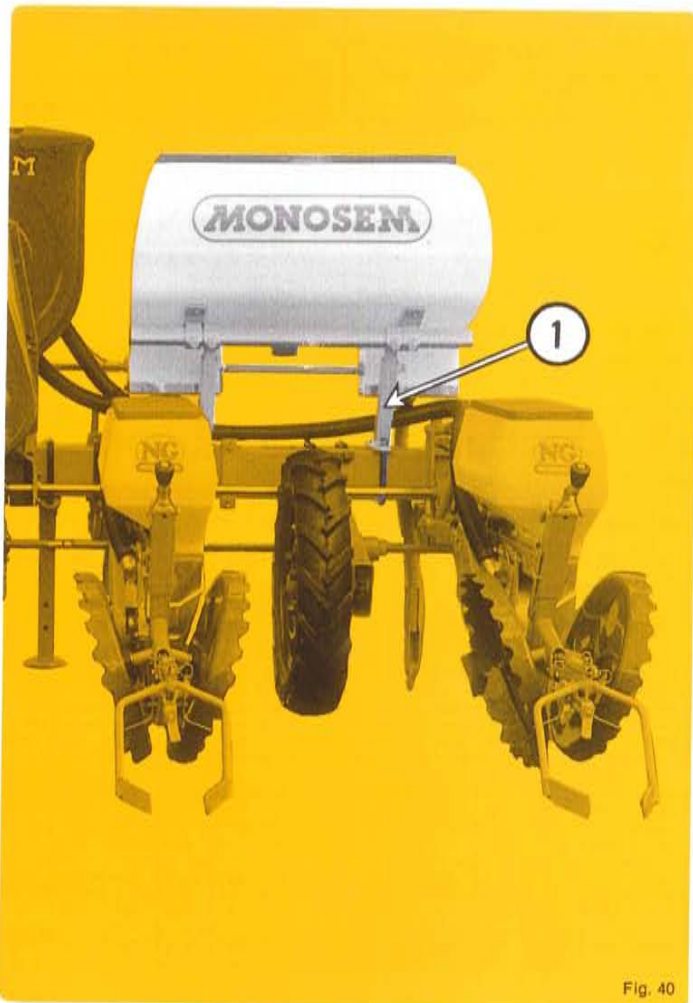

Fig. 40
- Disposez suivant fig. 40 les pieds supports **1** aux emplacements disponibles de la barre porte outils.